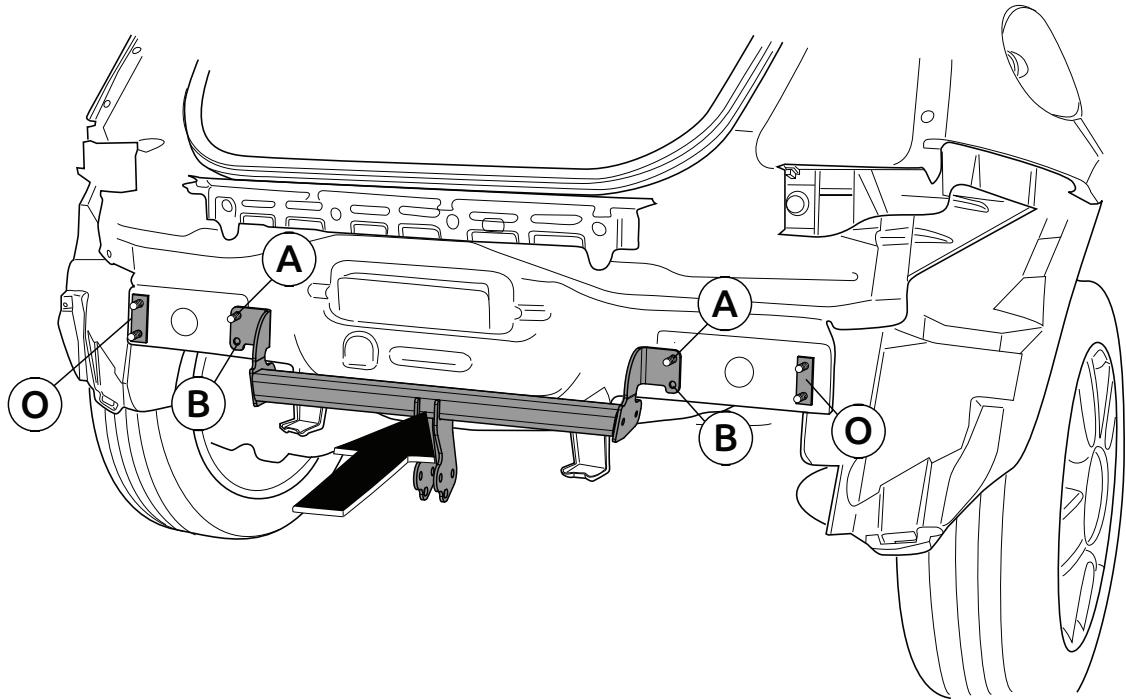

Fig.3
- Установить буксирный крюк в точках А и В, вместе с наполняющими пластинами. (См. рисунок 3).